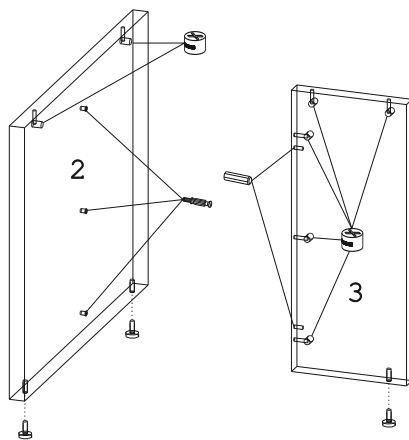

Рис. 2
4. Вставьте эксцентрики 10 в деталь 2 и 3 стрелками к торцевым отверстиям. (рис.2)
5. Вбейте шканты 9 в торцы деталей 3. (рис.2)
6. Вверните в металлические муфты на деталях 2,3 опоры 8. (рис.2)